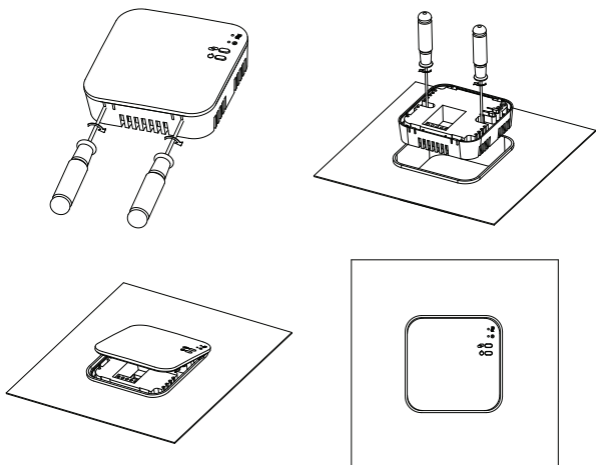

Рис. 6 Установка приемника термостата ZOTA ZT-84W Wi-Fi OT+ на стену
2. Установите приемник на стену, закрепив его с помощью прилагаемых винтов (см. **Рис. 6**);